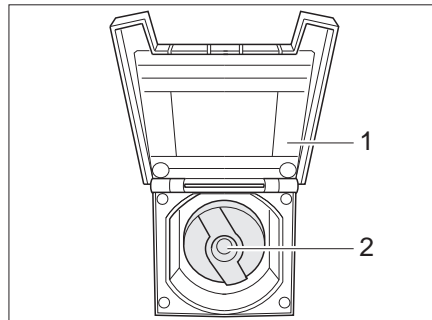

Fig. 237 Couvercle de fermeture pour bec de remplissage d'eau potable
- Ouvrir le clapet de fermeture (Fig. 237,1) vers le bec de remplissage d'eau potable.
- Insérer la clé dans le barillet (Fig. 237,2) et la tourner d'un quart de tour dans le sens inverse des aiguilles d'une montre.
- Ouvrir le bec de remplissage d'eau potable (Fig. 237).